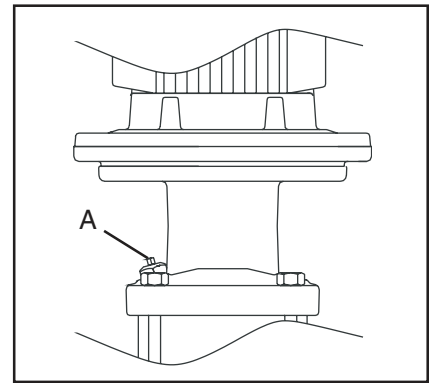

Fig. 16
3. Afloje el tapón de alivio (A, fig. 16) dando 1-2 vueltas hasta que salgan el aire y el agua.